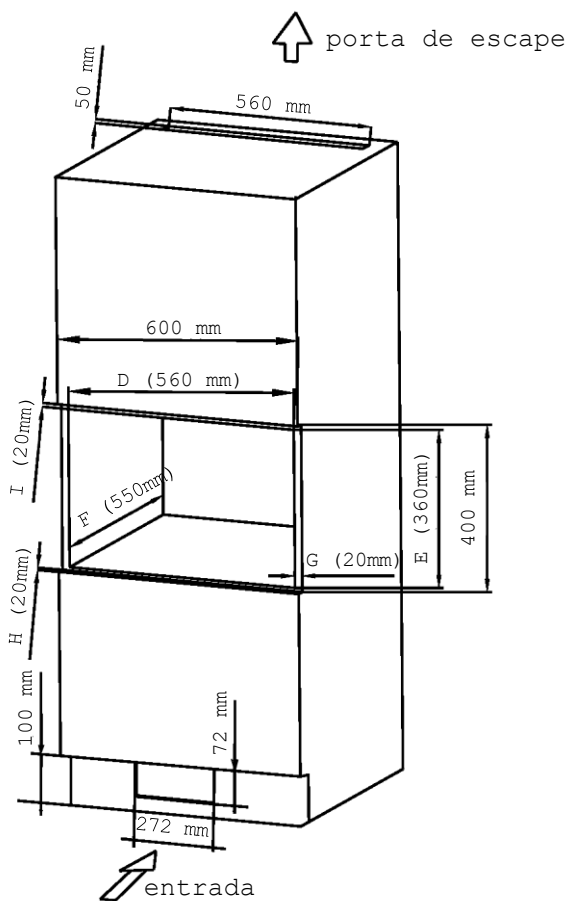

Fig. 5
Tamanho da abertura: (D)560±2 x (E)360±2 x (F)550±2 (mm) como indicado na Fig.5 “D”, “E”, “F”.